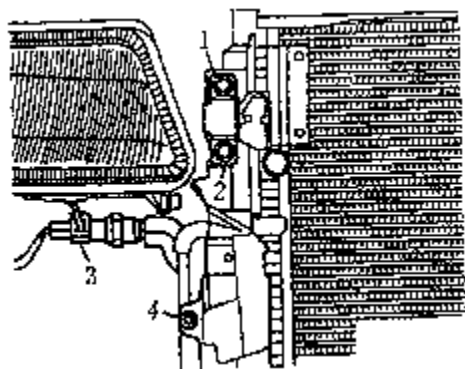

图 4-150 拆卸冷凝器
(3) 对于装配空调器的车型, 注意切不可打开空调制冷剂环路。操作时, 切勿拉伸、扭曲或弯曲管路及软管, 以免损坏冷凝器及制冷剂管路/软管。如图 4-150 所示, 从散热器上拆下导风罩 4 (左、右侧), 拆下冷凝器紧固螺栓 1 和 2, 从空调压力开关 F129 上拆下插头 3。向上拉冷凝器, 脱离其支座, 然后向前转动, 用绳索将固定在右前轮上。